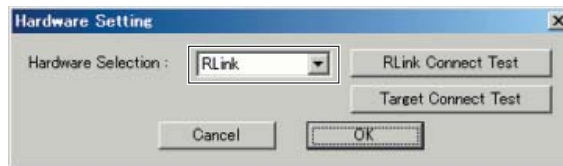

図 4 Hardware Setting 画面
- 7) [HW Setup] ボタンをクリックすると下記の「Hhardware Setting」画面が表示されます。(図 4)